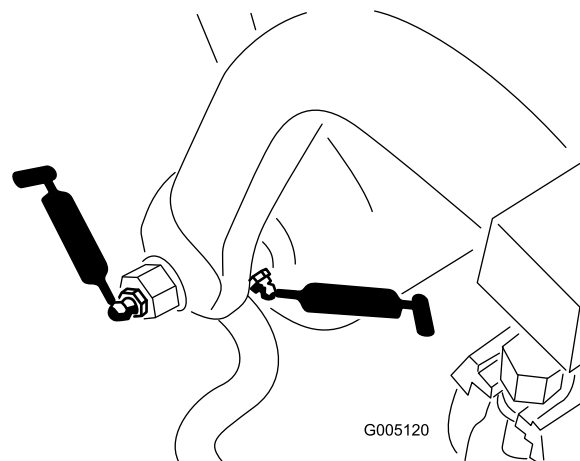

Bild 41
- Zugrahmenwelle und Rolle (12) (Bild 41)